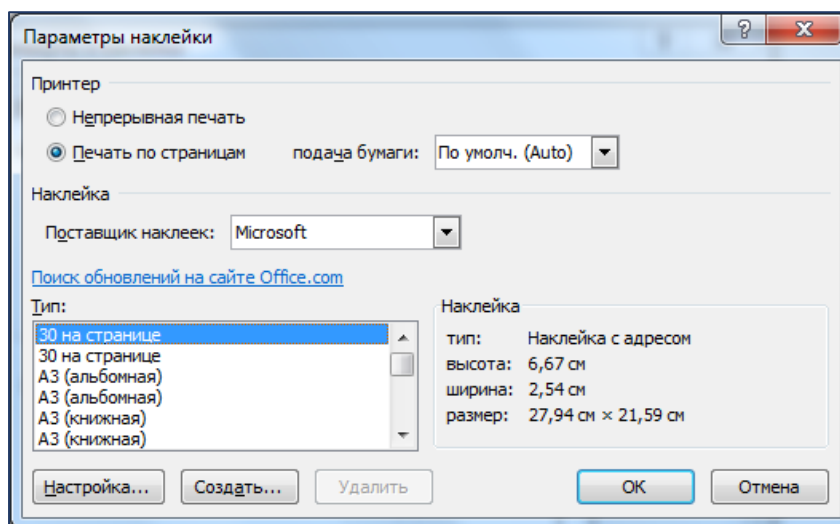

Рис. 21. Окно Параметры наклейки
4. Для выбора типа наклейки щелкните на кнопке Параметры. На экране появится диалоговое окно Параметры наклейки (рис. 21). Укажите тип принтера: лазерный, а также способ подачи бумаги.